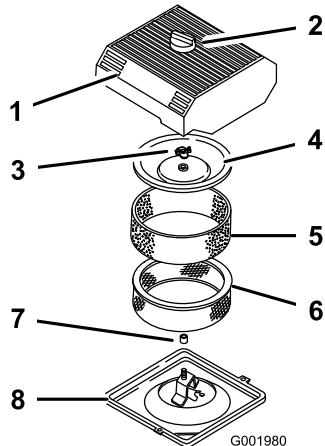

Figure 43
3. Nettoyez la surface autour du filtre à air pour éviter que des impuretés n'endommagent le moteur en tombant à l'intérieur (Figure 43).
4. Desserrez le bouton sur le couvercle du filtre à air et déposez le couvercle (Figure 43).
5. Sortez délicatement l'élément en mousse de l'élément en papier (Figure 43).
6. Dévissez l'écrou du couvercle et enlevez le couvercle et l'élément en papier (Figure 43).
1. Glissez délicatement l'élément en mousse sur l'élément en papier (Figure 43).
- Vissez l'écrou à la main contre le couvercle (Figure 43).
- Remettez en place le couvercle du filtre à air et le bouton (Figure 43).